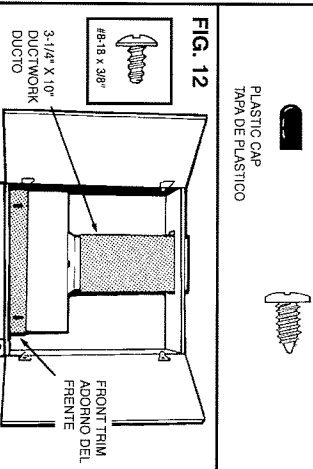

FIG. 12
11. **Attach ductwork and front trim.** (FIG. 12)
11. **Sujete el ducto y los adornos del frente.** (FIG. 12)